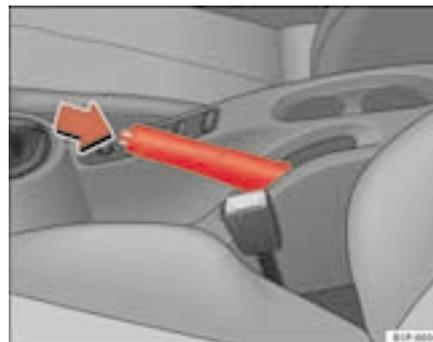

Fig. 121 Travão de mão entre os bancos dianteiros
- Puxar a alavanca do travão de mão com força ⇒ página 167, fig. 121.
- Puxar a alavanca um pouco para cima, premir o botão desbloqueador no sentido da seta ⇒ página 167, fig. 121 e reconduzir a alavanca do travão de mão totalmente até baixo ⇒ .